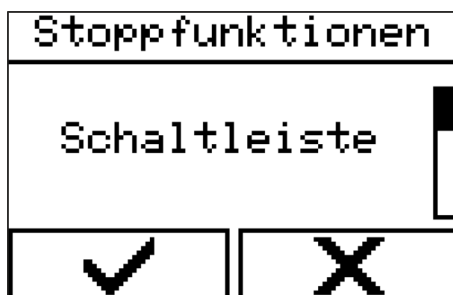

Abb. 102: Menü auswählen
1. ➔ Menü über „Steuerung“ → „Stoppfunktionen“ → „Schaltleiste“ (Abb. 102) auswählen.